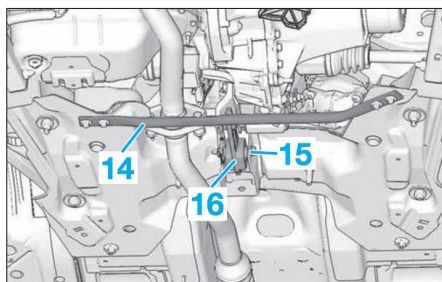

FIG. 7
- la barre antirapprochement (14) (Fig.7).